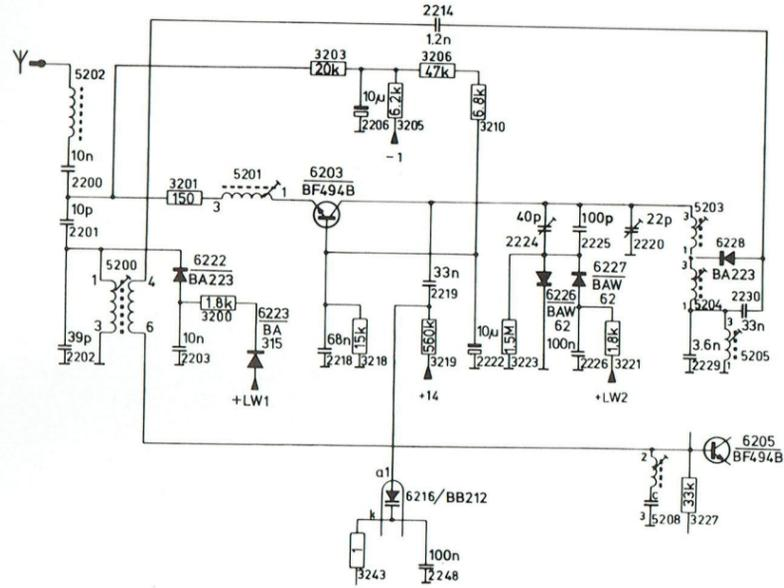

Fig. 14
- En position GO (fig. 14) D6223 est conducteur et la jonction S5200/C2201/2202 est à la masse, de sorte que le couplage du signal d'antenne reste identique. Dans le réseau d'antenne, S5204 n'est pas court-circuité et est branché en série avec S5203. En reliant la tension d'alimentation (+LW2) sur R3221, D6227 et 6226 sont en conduction, de sorte que C2224, 2225 sont à la masse pour l'obtention de la tension alternative. Le réseau d'antenne GO se compose donc de TS6203, C2220, 2224, 2225, S5203, 5204, C2229 et de la varicap D6216a1,k.